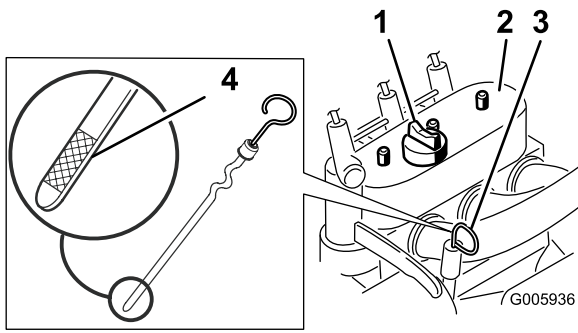

Bild 29
4. Reinigen Sie den Bereich um den Ölpeilstab (Bild 29).
- Ziehen Sie den Peilstab heraus und wischen Sie das Metallende ab (Bild 29).
- Schrauben Sie den Ölpeilstab vollständig in das Peilstabrohr (Bild 29).
- Reinigen Sie bei niedrigem Ölstand den Bereich um den Ölfülldeckel und nehmen den Deckel ab (Bild 29).
13. Entfernen Sie den Ölfülldeckel (Bild 29) und gießen Sie ungefähr 80 % der angegebenen Ölmenge langsam in die Ventilabdeckung ein.